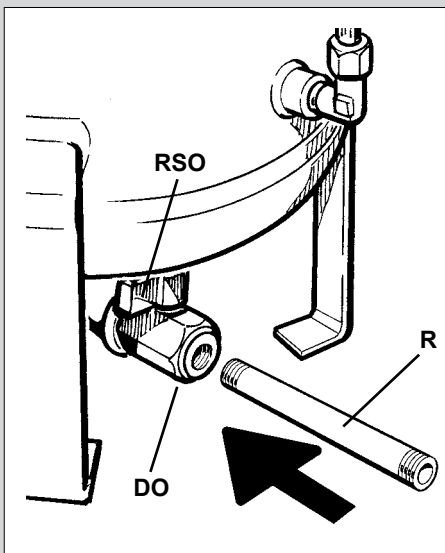

Fig. 46
- Tilslut det medleverede overgangsstykke **R**, der skal være i forbindelse med en passende samlebeholder, til overgangsstykket **DO** efter at sikkerhedsproppen er fjernet (**fig. 46**)
- Åbn for hanen **RSO** for at begynde udledningen af smøremidlet (**fig. 46**)